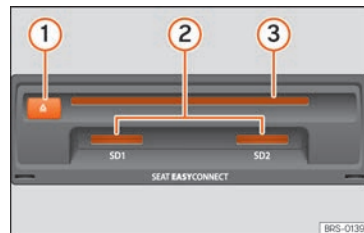

Abb. 210 Datenträger-Einschübe im Handschuhfach.
»» **Abb. 210** ③ einschieben, bis sie automatisch eingezogen wird.
»» **Abb. 210** ② oder »» **Abb. 173** ⑨ einschieben, bis sie einrastet.